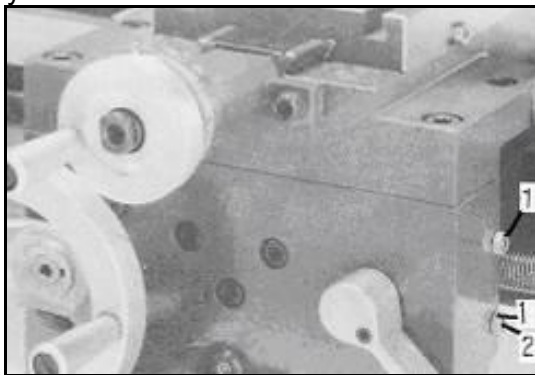

Рис.33
Открутите две гайки (1, Рис.33) справа на фартуке суппорта и отрегулируйте установочный винты (2) таким образом, чтобы половинки гайки ходового винта без зазора были расположены в своих направляющих. Закрутите гайки и винты.